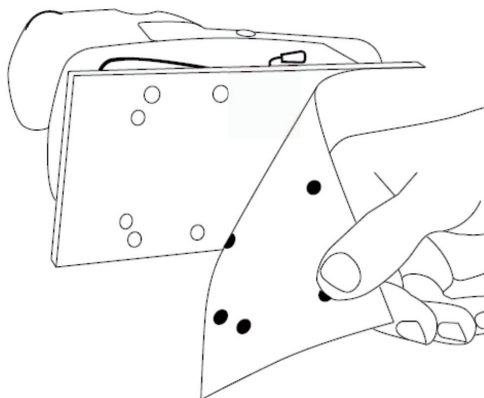

Рис. 3
3. Приложите лист к подошве совместив отверстия на абразивном листе с отверстиями на подошве (рис. 3)